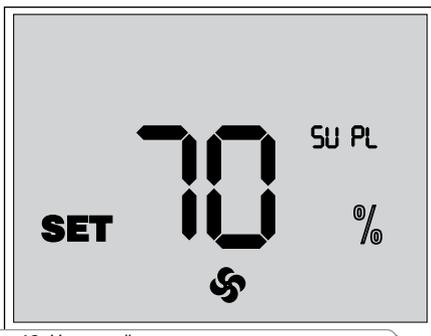

Рис. 13. Настройка скорости вентиляторов
- Для изменения производительности приточного вентилятора нажмите и удерживайте кнопку , затем нажмите кнопку  для увеличения или кнопку  для уменьшения скорости. Каждое нажатие кнопки  и  увеличивает или уменьшает скорость приточного вентилятора на 1 %. При нажатой кнопке  индикаторы дисплея отображают текущую производительность приточного вентилятора (рис. 13).